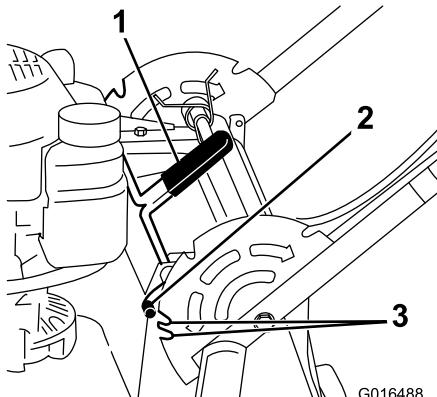

Figure 16
- Levez légèrement le guidon et tirez le levier de verrouillage en arrière pour dégager les goupilles de verrouillage du guidon (Figure 16).
- Goupille de verrouillage du guidon (2)
- Faites tourner le guidon et alignez le cran voulu dans le support de guidon avec les goupilles de verrouillage du guidon; voir Figure 16.